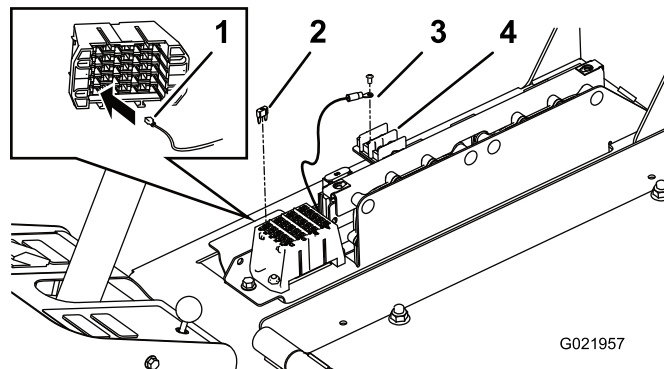

Figura 10
4. Togliete la vite esterna che fissa la banda del cavallotto al terminale di terra (Figura 10).
5. Fissare il terminale ad anello del cablaggio (cavo di terra) alla banda del cavallotto/al terminale di terra con la vite precedentemente rimossa (Figura 10).
6. Collegate il connettore piatto del cablaggio nel lato inferiore della scanalatura del portafusibili che corrisponde alla posizione dell'adesivo (Figura 10).
7. Installate il fusibile da 10 A nel portafusibili (Figura 10).
8. Montate il coperchio della centralina e fissatelo con (2) viti a testa esagonale.